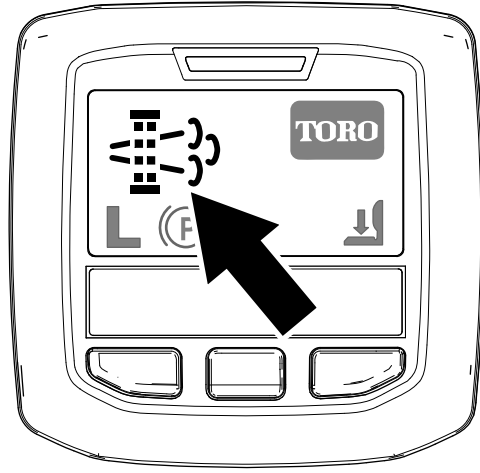

Figure 40
- L'icône de régénération en stationnement s'affiche dans l'InfoCenter (Figure 40).